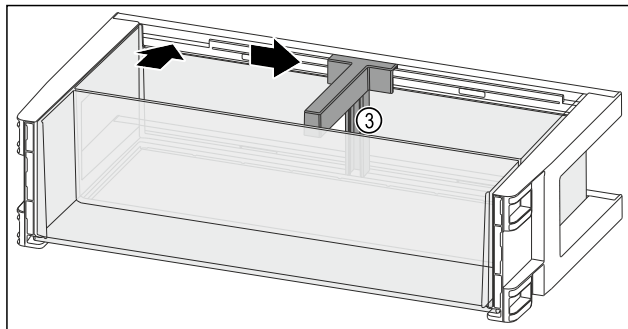

Fig. 117
- Držák lahví Fig. 117 (3) vložte do vybrání.
- Držák lahví Fig. 117 (3) posuňte na stranu do požadované polohy.